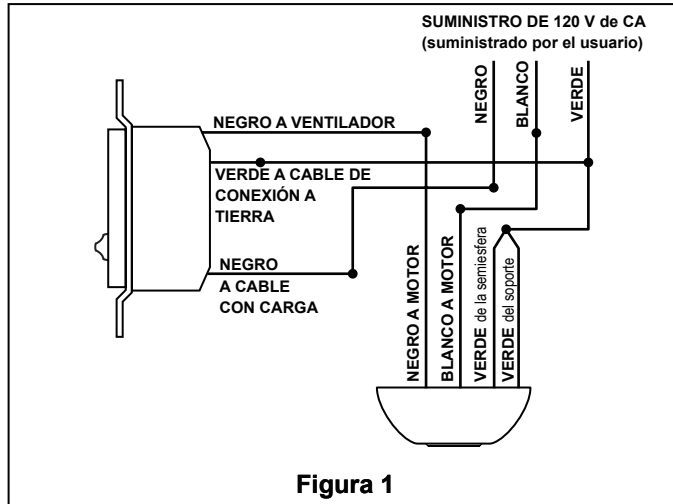

Figura 1
Las aspas del ventilador deben estar suspendidas, al menos, a 2 m (7') del piso. (Figura 1)
- Realice las conexiones eléctricas con tuercas para terminales como se muestra en la Figura 1.